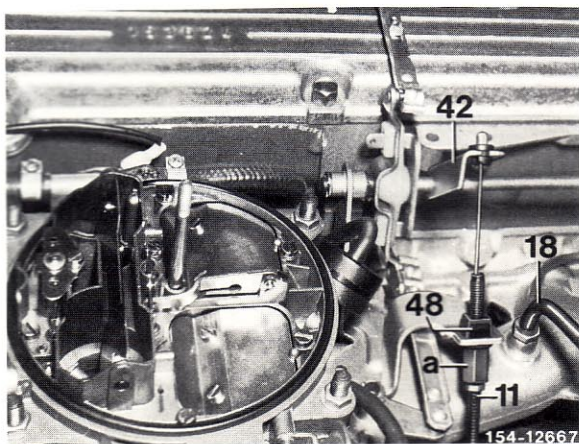

Bild 3
8 Regulierwelle gegen die neue Regulierwelle (42) auswechseln (Bild 3).
10 Seilzug (11) mit der Klammer (48) sichern (Bild 3).
12 Bei Fahrzeugen ohne Zentralverriegelung und Klimaanlage, Gummistopfen an der Hohlschraube entfernen und dafür ein 90 mm langes Verbindungsstück (18) montieren (Bild 3).